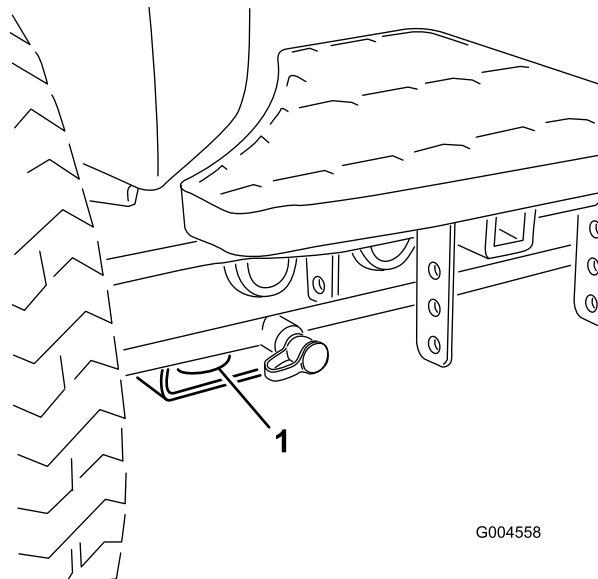

図 47
- ・ 前：各前輪の内側、アクスルチューブの下にある四角いパッド(図 47)